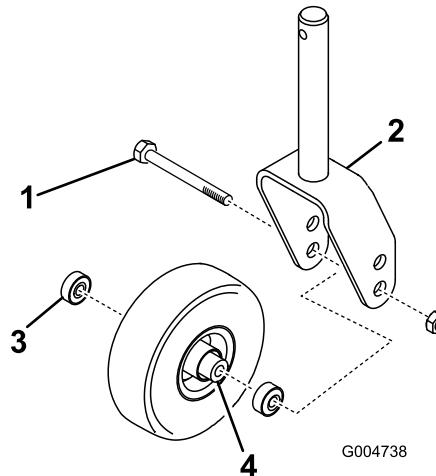
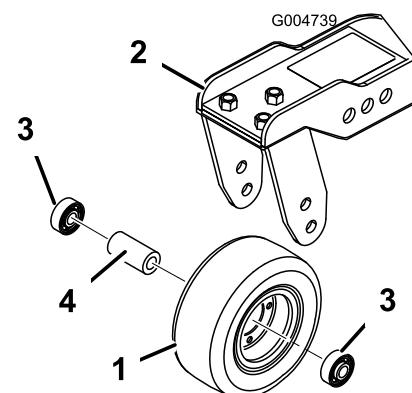

Figure 94
Figure 95
- Retirez le contre-écrou du boulon qui fixe la roue pivotante entre la fourche (Figure 94) ou le bras de la roue pivotante (Figure 95).
- Enlevez le roulement du moyeu de la roue et laissez tomber la douille d'écartement à l'extérieur (Figure 94 et Figure 95).